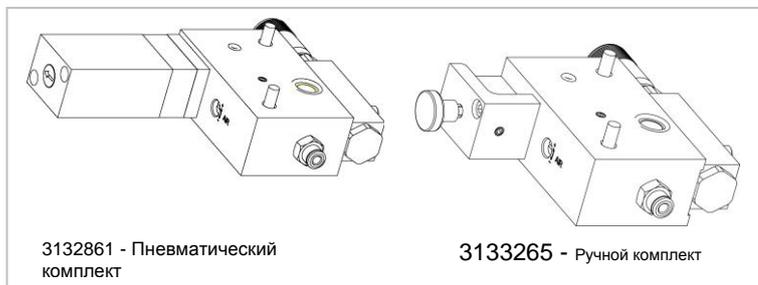

Рис. 2
3. Подсоедините дополнительный комплект (пневматический: код 3132861, ручной: 3133265), затянув элемент с помощью двух винтов (код 14101), имеющихся в комплекте, следя за выравниванием и расположением прокладок (рисунок 2). Примечание: Каждый дополнительный комплект регулируется отдельно, в то время как подача воздуха подключена к первому элементу.